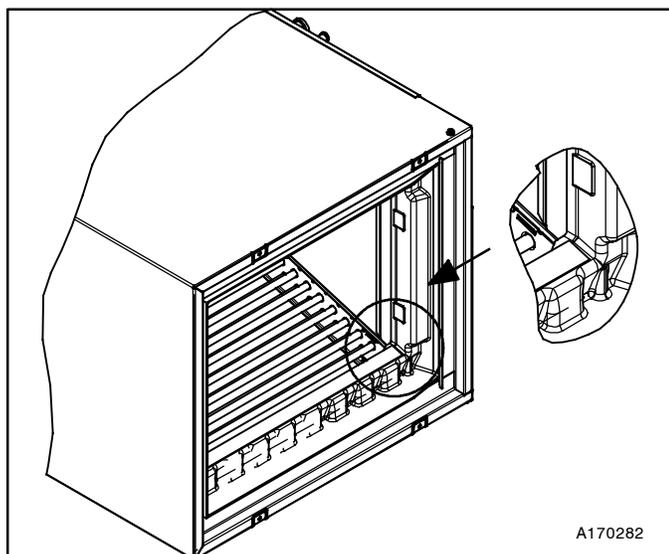

Figure 6 - Emplacement du ruban isolant en liège pour l'extension du bac d'évacuation des condensats
6. Utilisez du ruban isolant en liège pour assurer l'étanchéité entre les faces intérieures de l'extension du bac et l'avant du bac de récupération vertical, conformément à la **Figure 6.**